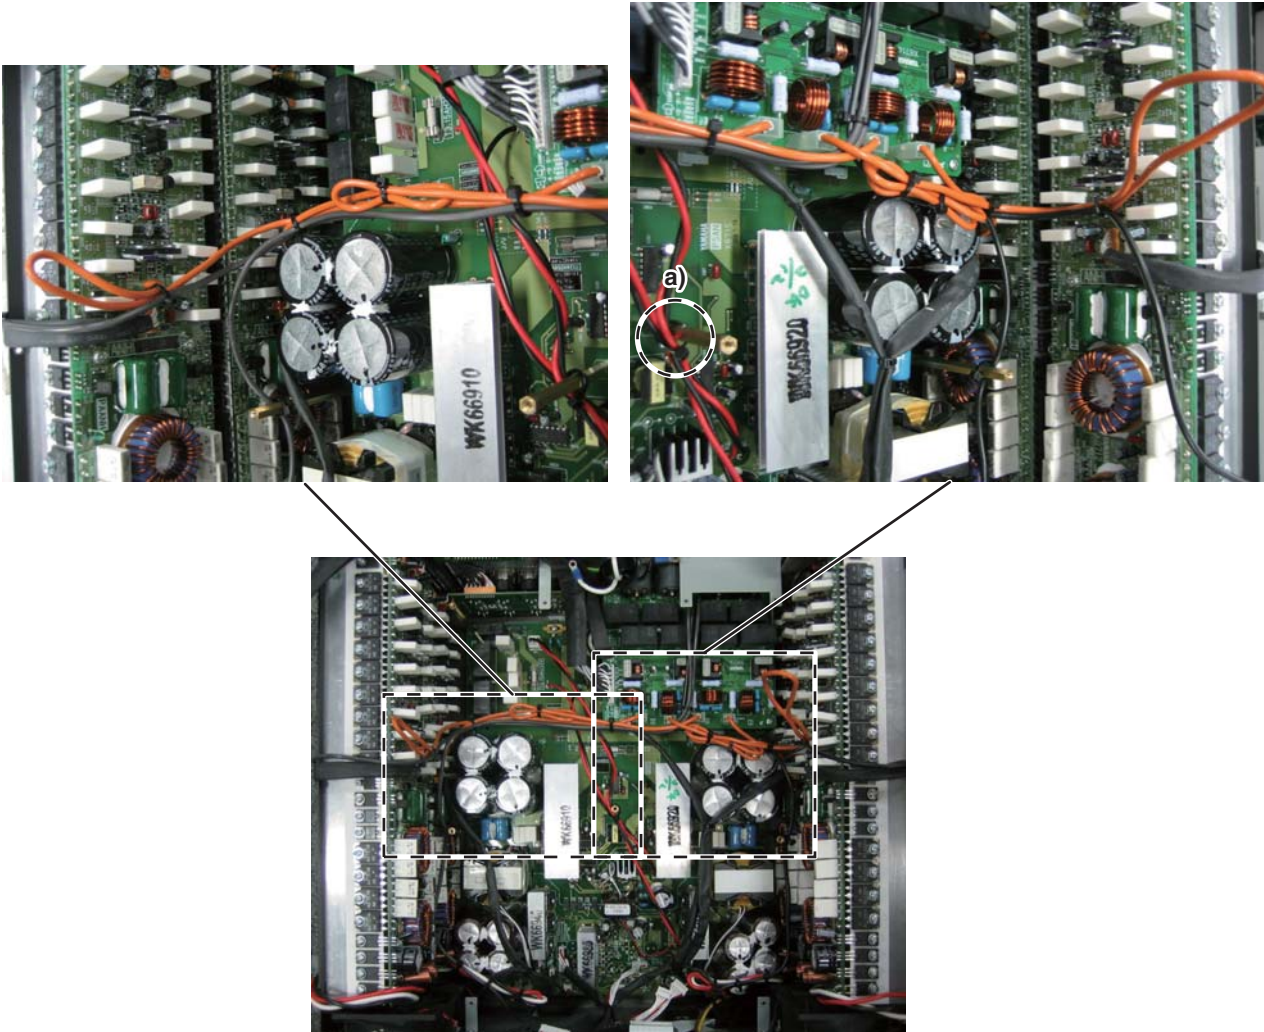

Fig. 23 (図 23)
- a) Fasten these wires (WK17900, WK17910 and WK94690) with a cord holder to the hexagonal spacer. (Fig. 23)
- b) Connect the wire (WN52520) of each PA unit (CH1~CH4) to CH1~CH4 connectors of the OUTANH circuit board referring the component location printed on the board. (Fig. 23)
- a) 線材 (WK17900、WK17910、WK94690) をインシュロックタイで六角スペーサーへ固定します。(図 23)
- b) 各 PA ユニット (CH1 ~ CH4) の線材 (WN52520) を、OUTANH シートに印刷された表示にしたがって OUTANH シートのファストン端子へ接続します。(図 23)